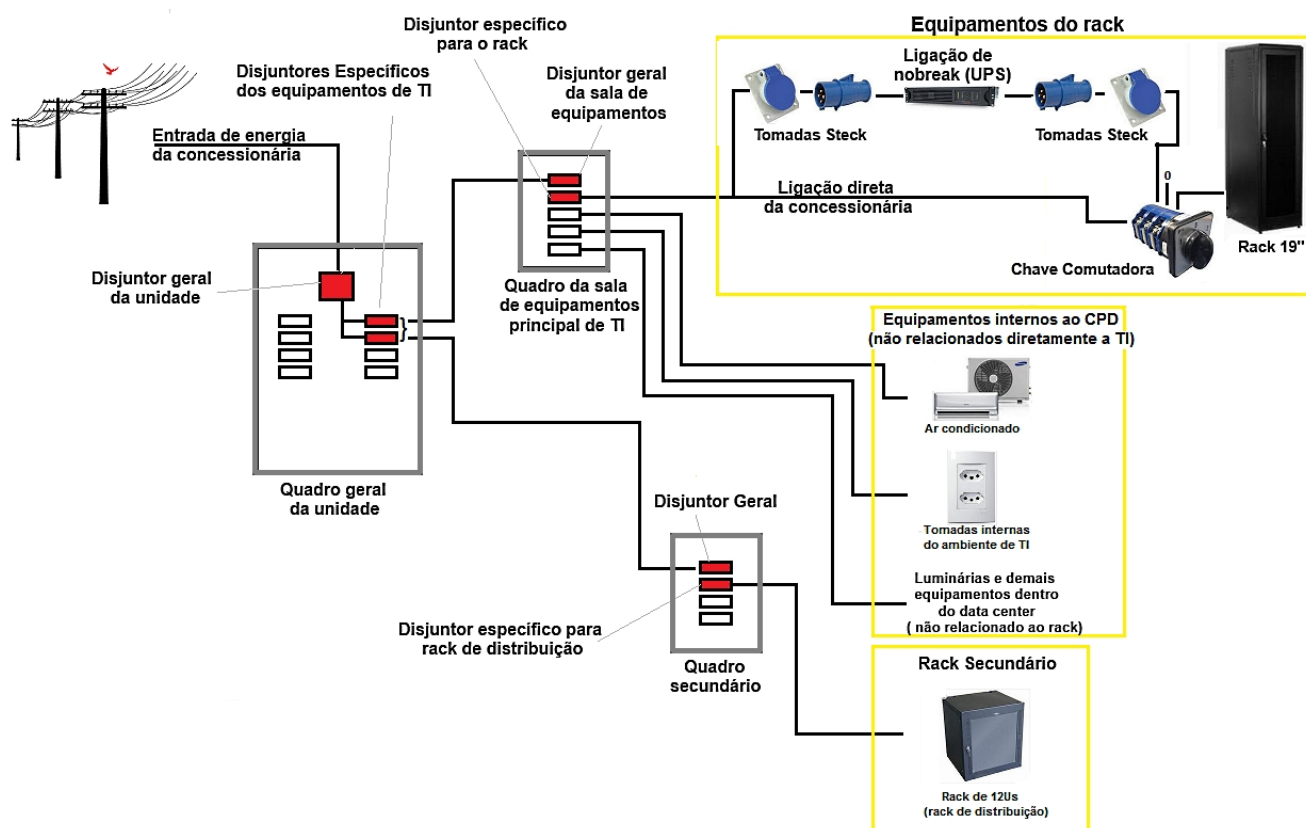

Figura 5 - Representação de adequação elétrica para CPD.
- Todos os equipamentos presentes nos racks da sala de equipamentos devem ser instalados a partir de um circuito elétrico distinto dos demais equipamentos e tomadas do prédio, porém derivado diretamente do quadro principal a fim de prevenir o desligamento dos ativos no caso de falha da rede elétrica de outros ambientes (Figura 5);
- A alimentação elétrica das cargas da sala de equipamento deve ser dimensionada para suportar a instalação de um nobreak de 10KVA por rack a ser instalado em seu interior, além da alimentação de luminárias, tomadas e equipamentos adicionais (e.g. Ar condicionado). Esta instalação deve estar de acordo com as informações da Figura 5;
- Internamente neste ambiente devem ser instaladas tomadas elétricas ligadas a um circuito separado da alimentação dos racks, de modo a possibilitar a ligação de equipamentos de manutenção e limpeza, esta ação visa evitar que eventuais falhas nestas tomadas (curto circuito) ocasionem o desligamento de todo o circuito dos racks (Figura 5);
- Deve existir um quadro de disjuntores específico no interior deste ambiente para suportar os circuitos de alimentação do nobreak, circuitos de tomadas da sala e alimentação dos racks (Figura 5).